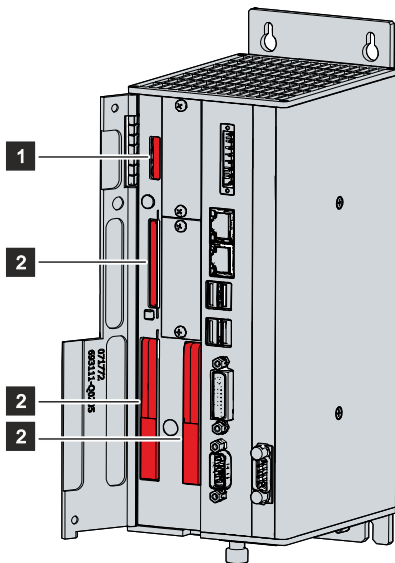

Abb. 24: Batterie und Speichermedien
Sie haben nun Zugriff auf Batterie (1) und Speichermedien (2) (siehe Abb. 24).